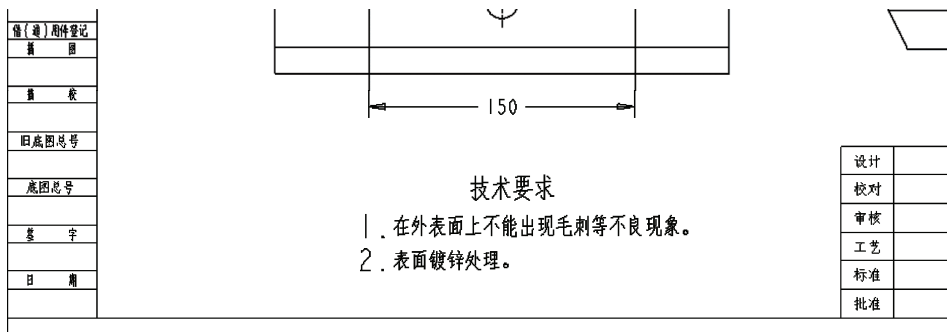

图 11-124 插入技术要求文本
- 4) 在绘图区域其他空余位置处单击。插入的技术要求文本如图 11-124 所示。